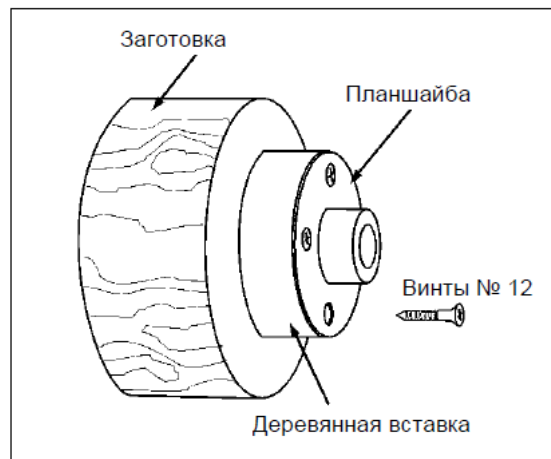

Рис. 10-9: закрепление заготовки на планшайбе
- Изготовьте деревянную вставку того же диаметра, что и планшайба, Рис. 10-9. Поверхности вставки и заготовки для склеивания должны быть ровными.